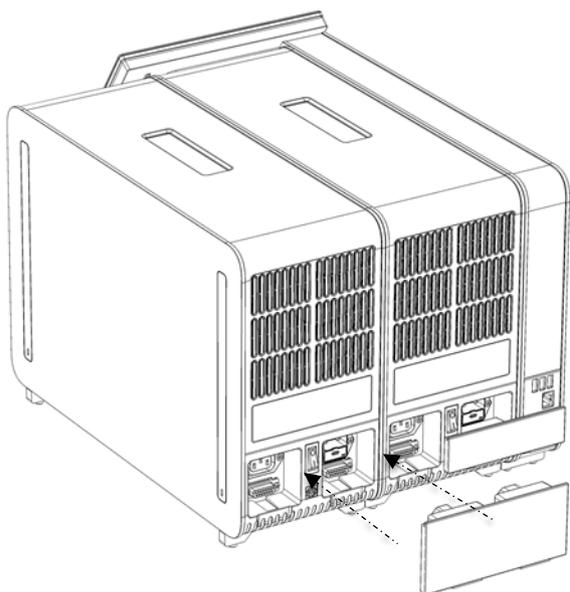

Figura 18. Conexión del puente del módulo analítico/analítico.
6. Conecte el puente del módulo analítico/analítico en la parte posterior del QIAstat-Dx Analyzer 1.0 para vincular los dos módulos analíticos (figura 18).